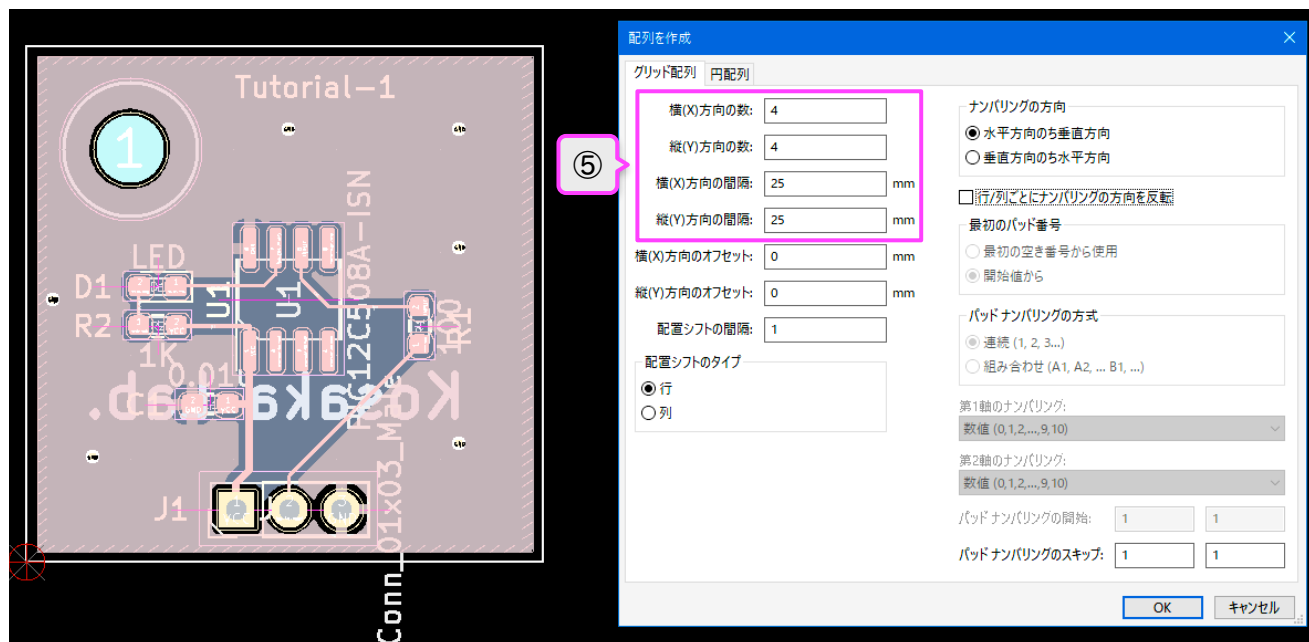

図10-4
② グリッドを5.0000mm(196.85mil)にします。
③ マウสดラッグで基板レイアウト全体を範囲選択します。図10-4
④ ショートカットCTRL+T（配列作成）を入力します。
「配列を作成」ダイアログが開きます。図10-4
を設定し [OK] をクリックします。図10-4